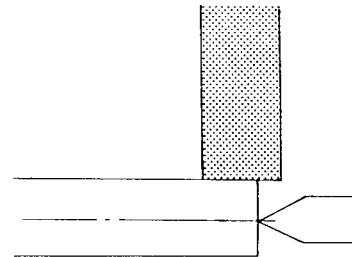

図 2-28
(3) テーブルストローク長さを調整する。
- ① 砥石が工作物の右端から $\frac{1}{3}$ 程度外れる位置までテーブルを移動する (図2-28)。